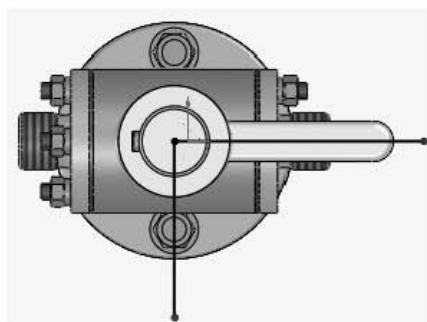

Рис. 6.42. Эскиз для выреза одной четверти
1. Выберите горизонтальную плоскость **Сверху** и создайте эскиз в виде двух пересекающихся отрезков (рис. 6.42).